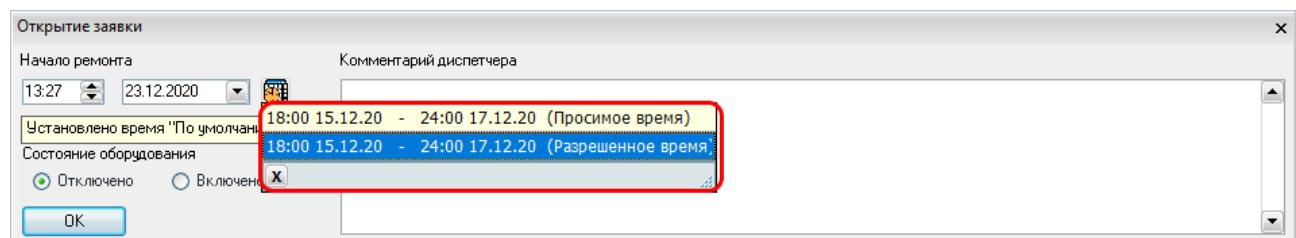

Рисунок 13.3 – Выбор времени ремонта
- выбрать из раскрывающегося списка по нажатию кнопки «» (просимое время или времена служб / предприятий, рассмотревших заявку) (Рисунок 13.3).